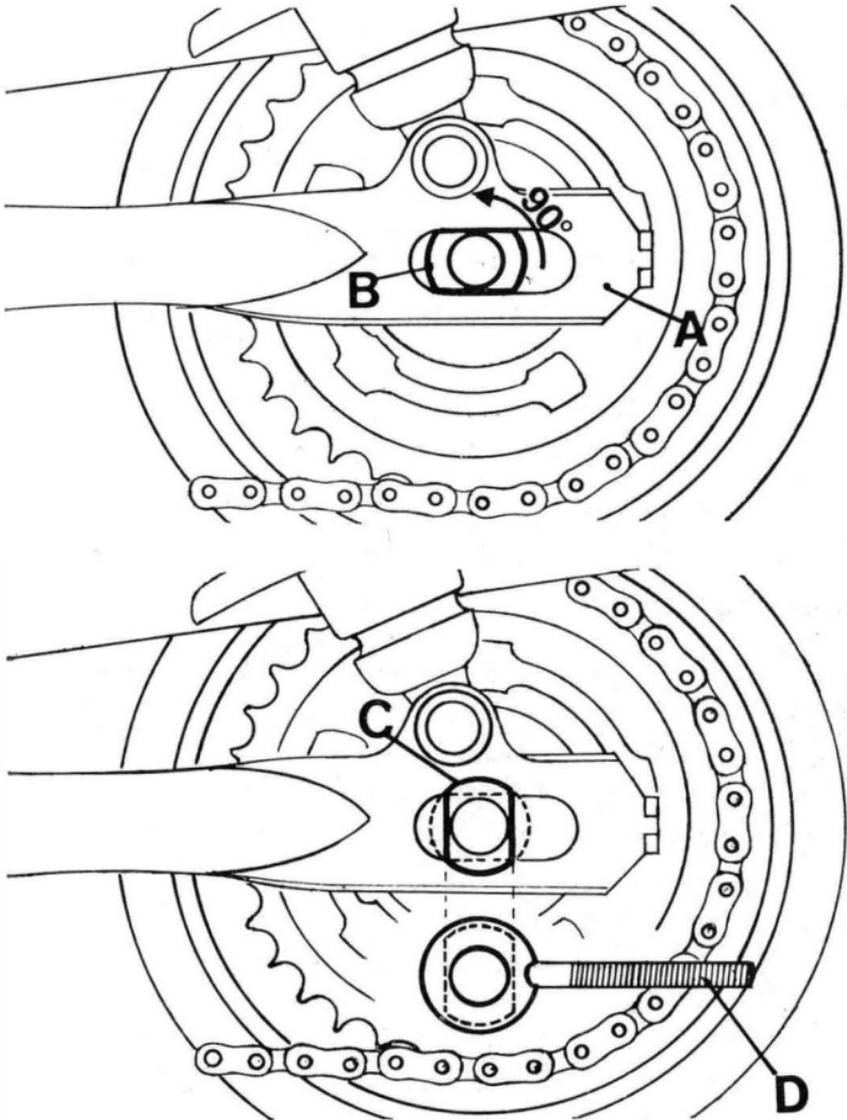

Fig. 35
- infilare la ruota sul braccio sinistro del forcellone (A di fig. 35) accertandosi che la testa del perno sia in posizione (B di fig. 35);
- girare di 90° la testa del perno forato portandola in posizione (C di fig. 35);
- montare sul braccio sinistro del forcellone il tendicatena sinistro (D di fig. 35), accertandosi che l'imposta di detto tendicatena si incastri perfettamente sulla testa del perno forato già preventivamente girato in posizione (C di fig. 35);